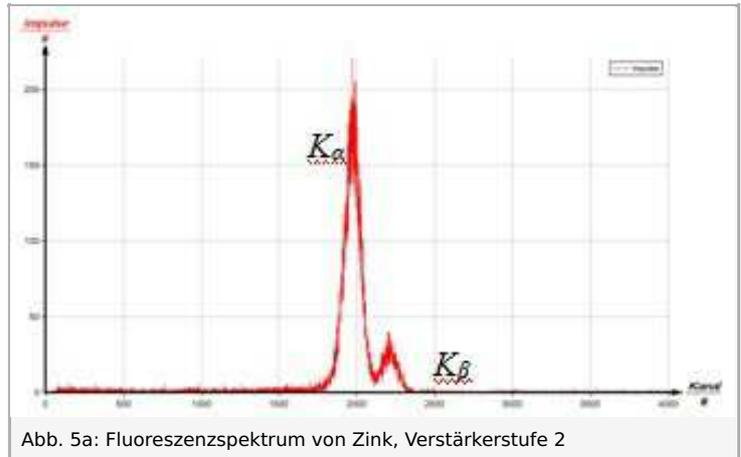

Abb. 5a: Fluoreszenzspektrum von Zink, Verstärkerstufe 2
- Zur Bestimmung der Linienlage geht man von der Balken zur Kurvendarstellung über. Dazu „Darstellungsoptionen“, anschließend „Interpolation und Geraden“ anklicken. In Abb. 5a ist das Ergebnis exemplarisch am Spektrum der Zinkprobe dargestellt.